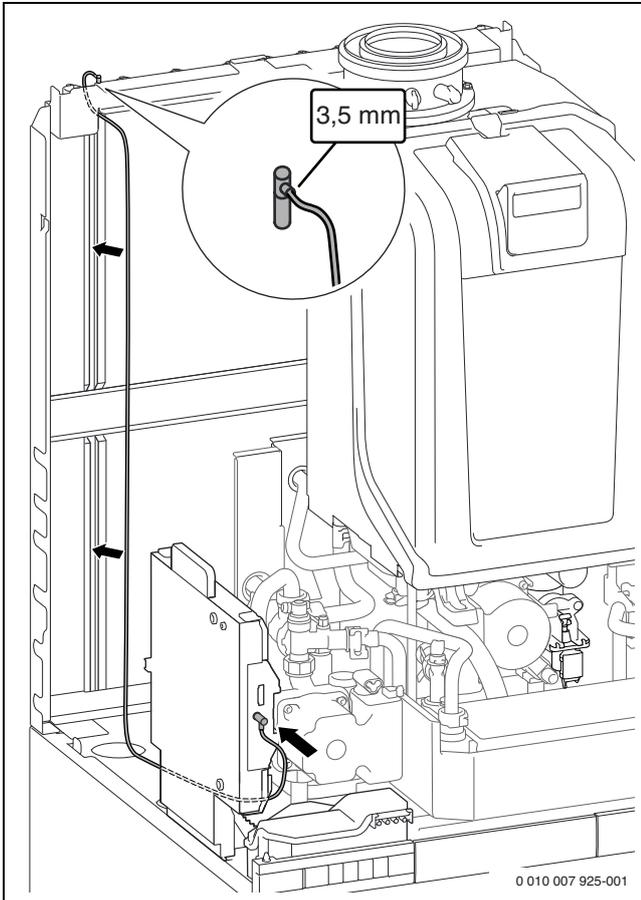

Bild 183 Anschluss und Verlegung des Kabels an Buderus Logamatic web KM100
- Kabel für den Anschluss von Buderus Logamatic web KM100 aus dem Lieferumfang entsprechend Bild 183 verlegen.